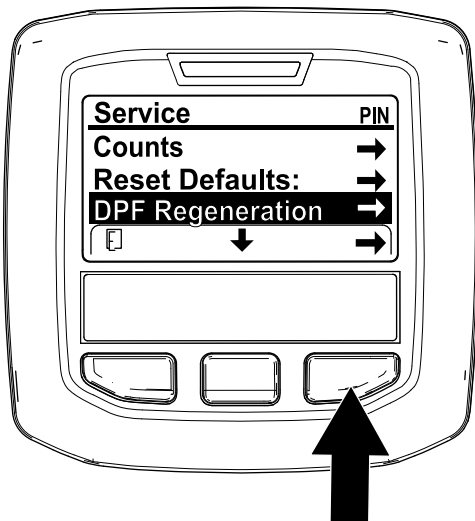

Figura 53
- Accesai meniul Service și apăsai butonul central pentru a derula în jos la opțiunea DPF REGENERATION (REGENERARE DPF) (Figura 53).
- Apăsai butonul din dreapta pentru a selecta accesarea Regenerării DPF (Figura 53).